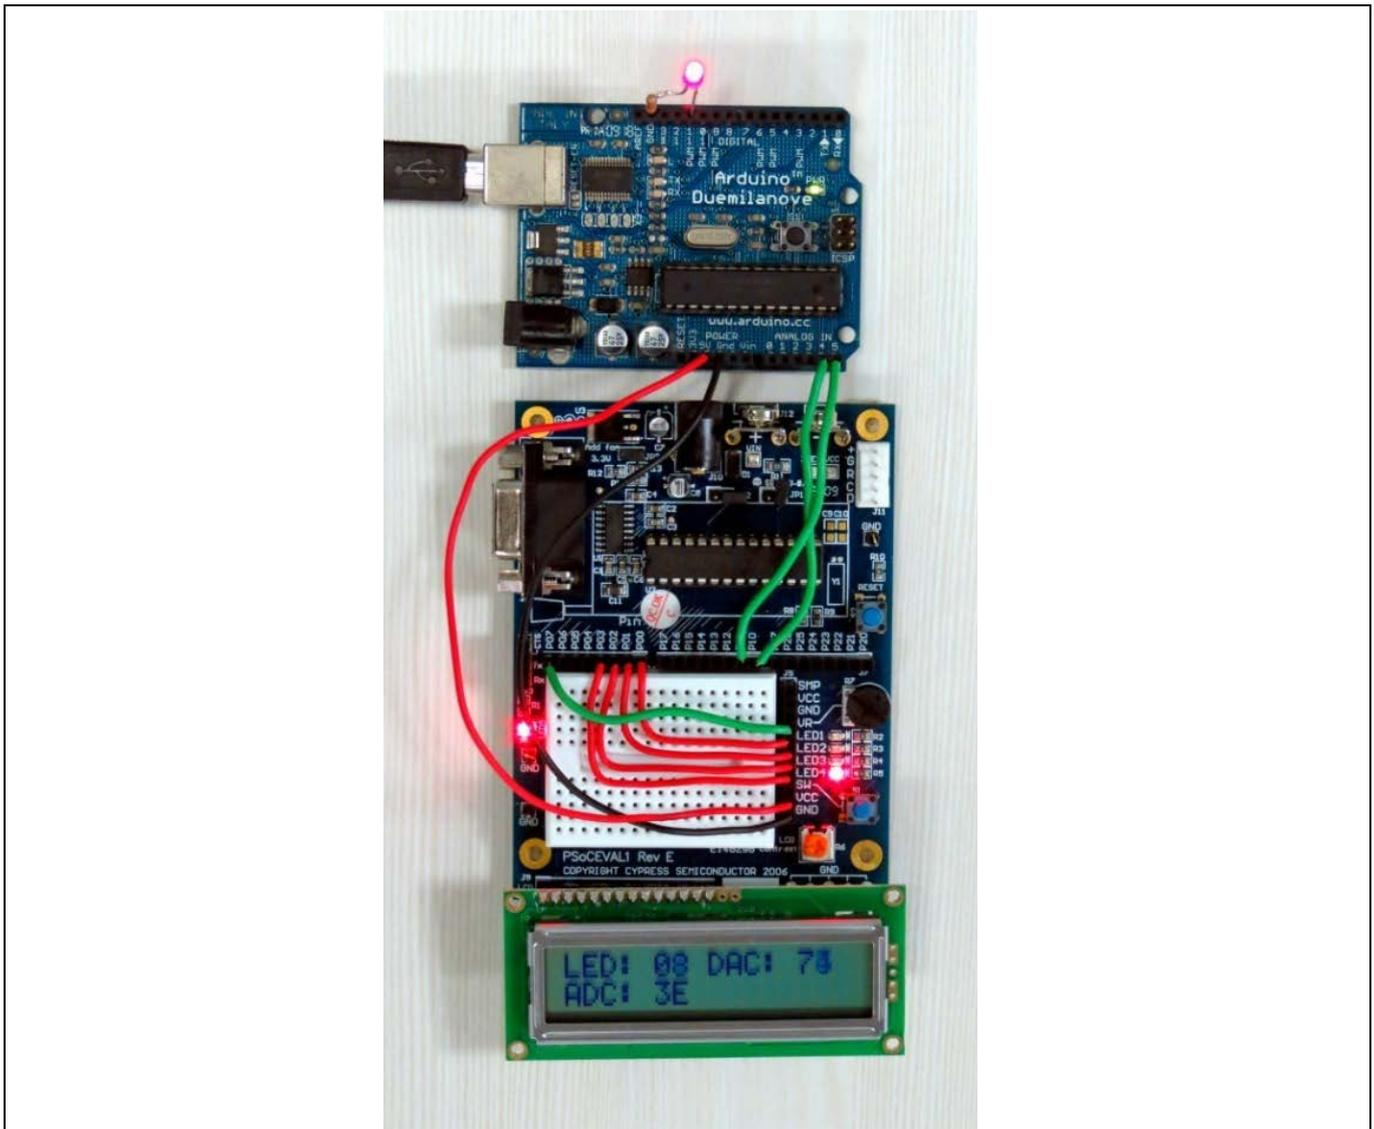

Figure 33 Arduino と PSoC™間のインターフェース
8. USB ケーブルを Arduino 基板に再接続してください。これにより、Arduino 基板と CY3210 基板が電源供給されます。**Figure 33** は、セットアップのスナップショットです。